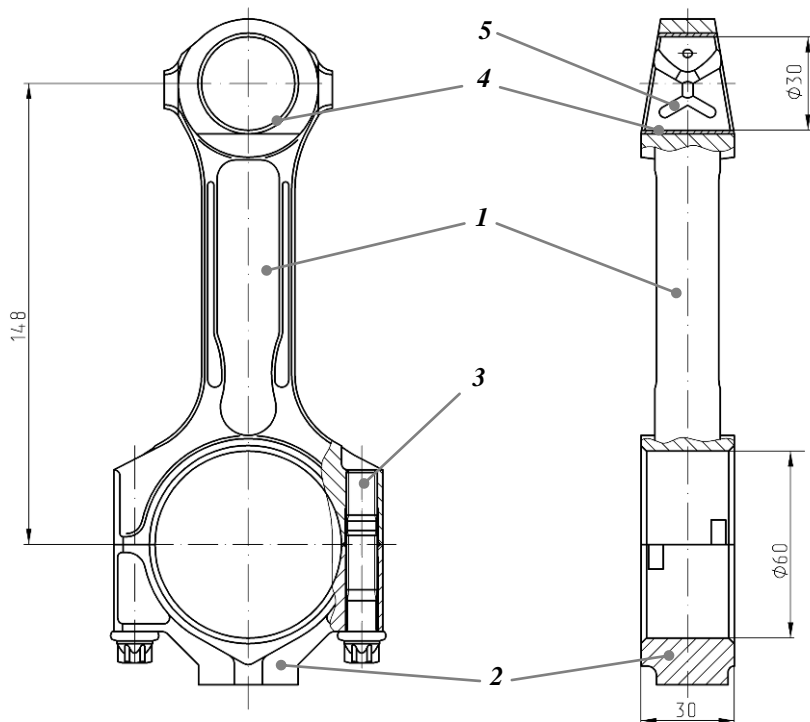

Рис.20. Шатун:
**Шатун** (рис.20) – для повышения прочности кованый из легированной хромом и никелем стали 40XH. Крышка шатуна 2 из той же стали, обрабатывается в сборе с шатуном 1 и является индивидуальной (не взаимозаменяемой) для каждого шатуна. Крышка к шатуну крепится болтами 3 изготовленными из стали 38ХГНМ, имеющими центрирующие пояски для обеспечения постоянства формы опоры шатунного подшипника при разборке-сборке двигателя и для обеспечения его надежной работы. В поршковую головку шатуна запрессована сталебронзовая втулка 4, имеющая канавки 5 для подвода смазки к сопряжению палец-втулка.